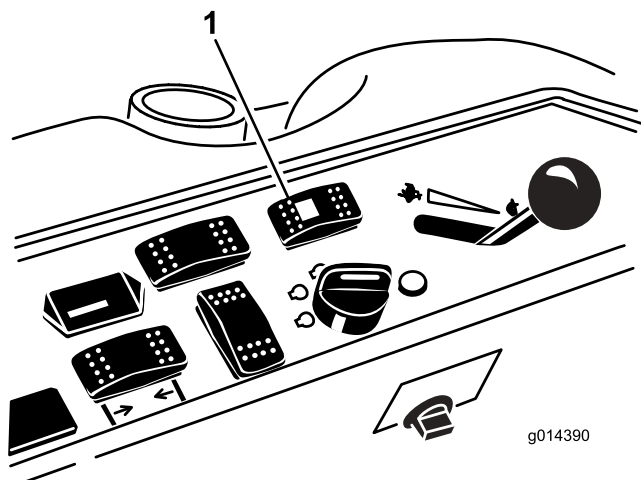

図 52
1. 切り換えスイッチ図 52の後側を押す4輪操舵にセット。